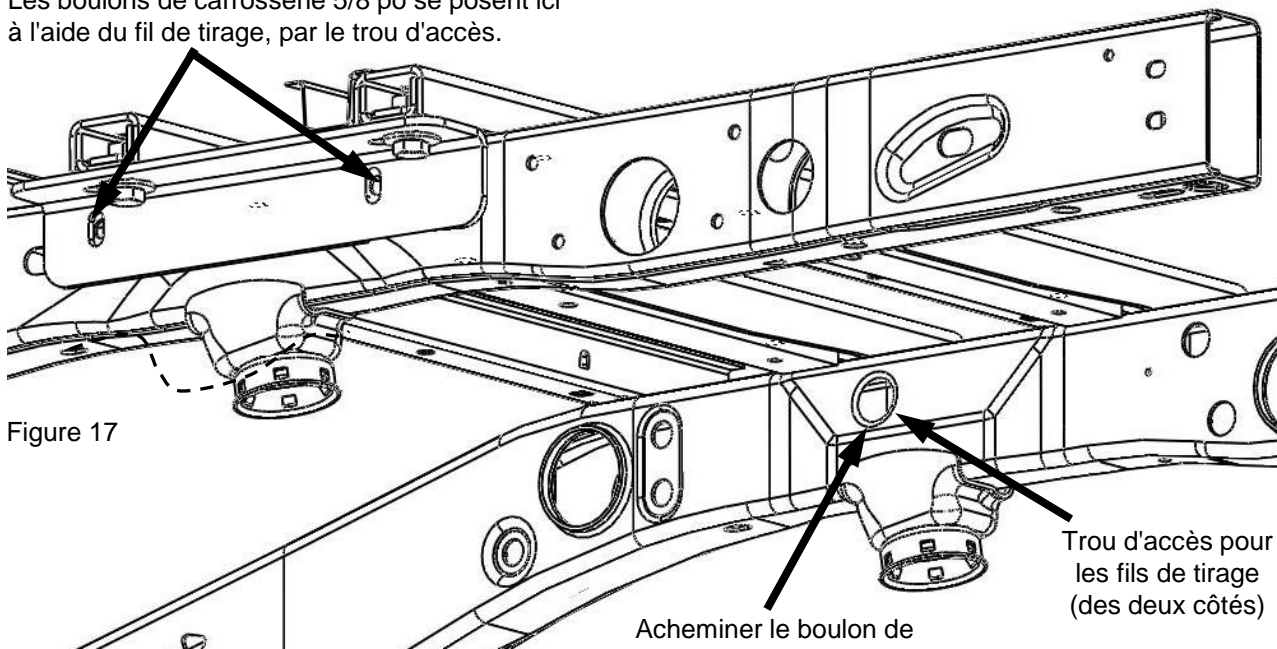

Figure 17
11. En serrant d'abord la visserie à la main, fixer les supports de cadre à l'aide de boulons de carrosserie 5/8 x 2 po, de rondelles coniques 5/8 po, d'espateurs et d'écrous 5/8 po (Figure 17 et 18). Enfiler l'espaceur sur le boulon de carrosserie et visser ce dernier dans le réceptacle du fil de tirage. Acheminer le fil de tirage à travers le châssis (par le trou d'accès, comme illustré) de façon à positionner le boulon et l'espaceur dans les trous de montage. Sans trop serrer, poser les rondelles coniques et les écrous depuis l'extérieur du longeron de châssis.